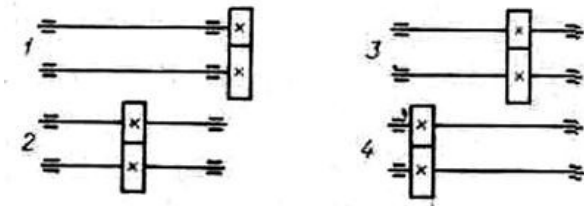

Рис. 6.
3.46. Для какой из приведенных передач следует назначить самый большой коэффициент распределения нагрузки по длине зуба (рис. 6)?